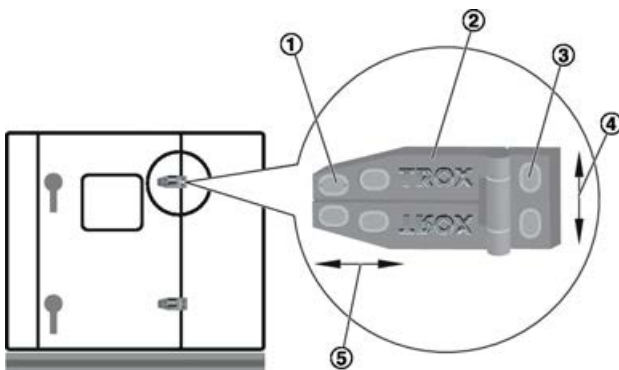

Abb. 41: Tür justieren
- 1 ▶ Die Abdeckkappen (Abb. 41 /1) der Scharniere (Abb. 41 /2) entfernen.
- 2 ▶ Die Schrauben aller Scharnierbügel (Abb. 41 /2) einer Tür lösen.
- 3 ▶ Das Türblatt horizontal justieren (Abb. 41 /5).
- 4 ▶ Die Schrauben der Scharnierbügel (Abb. 41 /2) festziehen.
- 5 ▶ Die Schrauben aller Scharnierböcke (Abb. 41 /3) einer Tür lösen.
- 6 ▶ Das Türblatt vertikal justieren (Abb. 41 /4).
- 7 ▶ Die Schrauben der Scharnierböcke (Abb. 41 /3) festziehen.